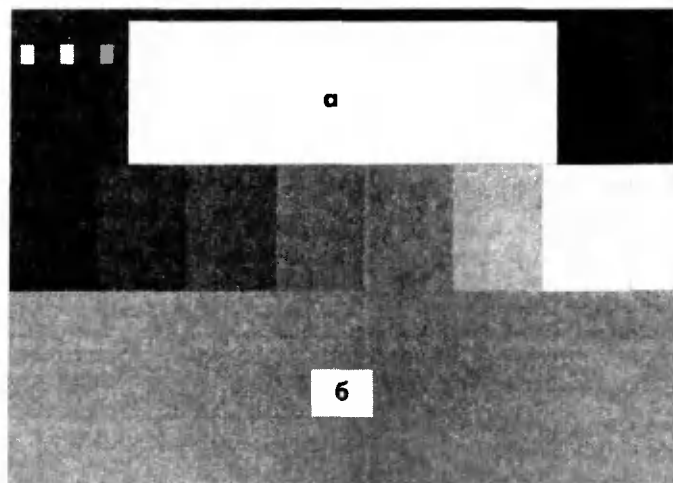

рис. 4
3. Подать на вход сигнал испытательной таблицы "Toshiba" (рис.4).
SBT 1,3 ± 0,2 FL для малой яркости (рис.4, участок б).
5. Отрегулировать RG и BG таким образом, чтобы уровни серого соответствовали приведенным на рис.4.
6. Используя анализатор CA100, установить значение параметра SCT 55 FL для кинескопов с диагональю 20 или 21 дюйм и значение 65 FL для кинескопов 14-16 дюймов при большой яркости (рис.4, участок а).